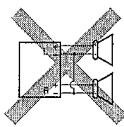
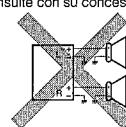

Fig. 1
Fig. 2
② Jaune: à la batterie de la voiture (12V constant)
③ Rouge: à la prise accessoire
④ Autres fils à l'exception du fil bleu à bandes blanches: aux enceintes
⑤ Bleu à bandes blanches: à l'antenne automatique
- If the speaker wiring in your car is as illustrated in Fig. 1 and Fig. 2 below, DO NOT connect the unit using that original speaker wiring. If you do, the unit will be seriously damaged. Redo the speaker wiring so that you can connect the unit to the speakers as illustrated in Fig. 3.
- Si el conexionado de altavoz de su automóvil es como se indica en las Figs. 1 y 2 de abajo, NO conecte la unidad utilizando ese conexionado de altavoz original. Si lo hace, se producirán daños graves en la unidad.**
- Si le câblage des enceintes de votre voiture est réalisé comme montré sur la Fig. 1 ou Fig. 2 ci-dessous, NE CONNECTEZ PAS l'appareil en utilisant ce câblage original d'enceintes. Si vous le faites, l'appareil sera sérieusement endommagé. Recommandez le câblage des enceintes de façon que vous puissiez connecter l'appareil aux enceintes comme montré sur la Fig. 3.**